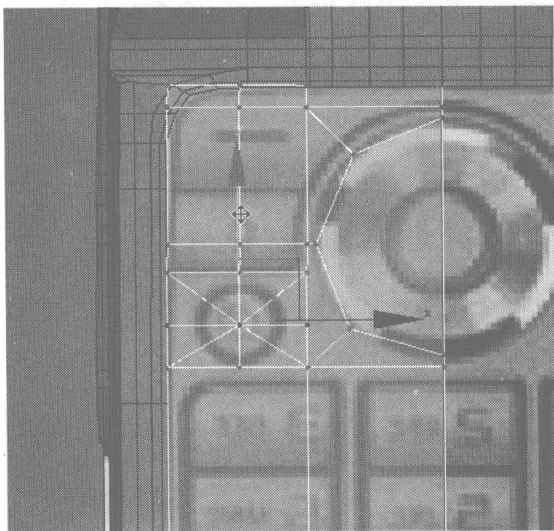
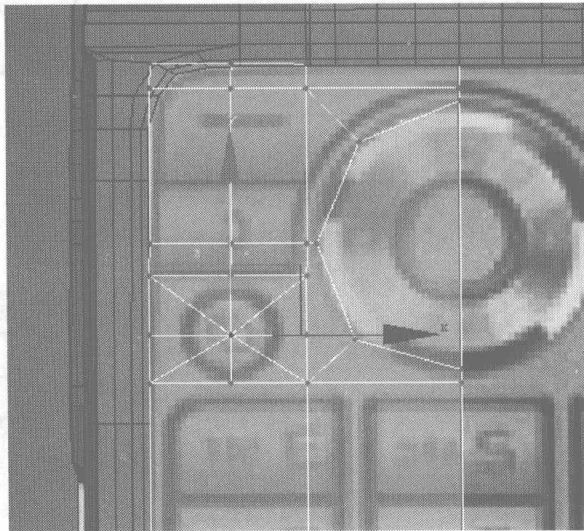
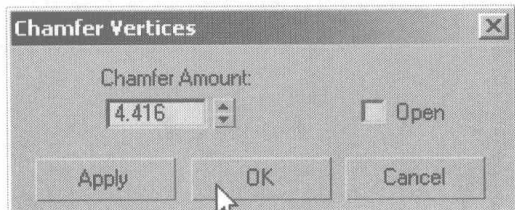
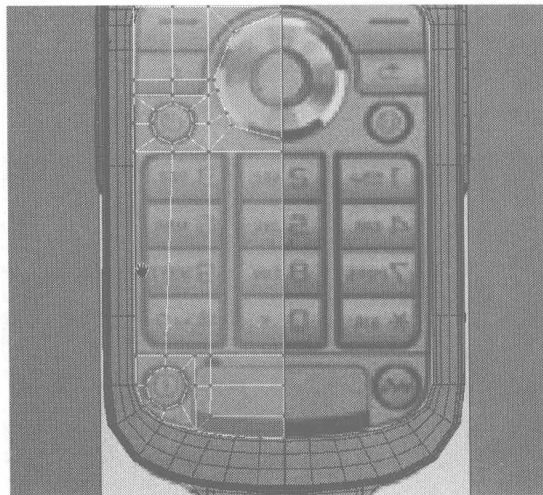

图 4.516
图 4.517
图 4.518
图 4.519
- 13** 继续添加如图 4.516 所示的细分线,划分出功能键部分。再选择如图 4.517 所示的节点,在 Edit Vertices 卷展栏中单击 **Chamfer** 右侧的小按钮,在弹出的对话框中设置参数,如图 4.518 所示,将选择的节点向外扩展,然后在手机的下端如图 4.519 所示的位置继续添加细分线。